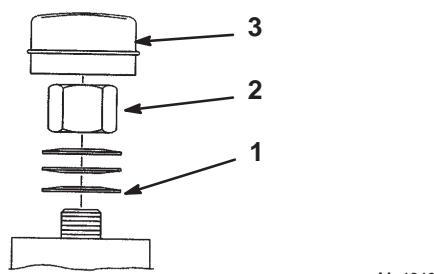

Bild 52
3. Entfernen Sie den Staubdeckel vom Laufrad und ziehen Sie die Sicherungsmutter an (Bild 52).
4. Ziehen Sie die Mutter so weit an, bis die Federscheiben flach sind. Drehen Sie dann 1/4 Drehung zurück, damit Sie die Vorlast korrekt auf die Lager verteilen können (Bild 52).
Wichtig Achten Sie darauf, dass die Federscheiben korrekt wie in Bild 52 dargestellt eingesetzt sind.
5. Montieren Sie den Staubdeckel (Bild 52).